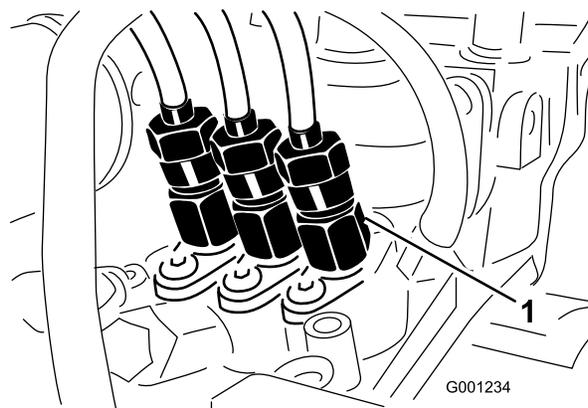

図 52
1. 燃料噴射ポンプの No. 1インジェクタノズル（図 52）へのパイプ接続部をゆるめる。